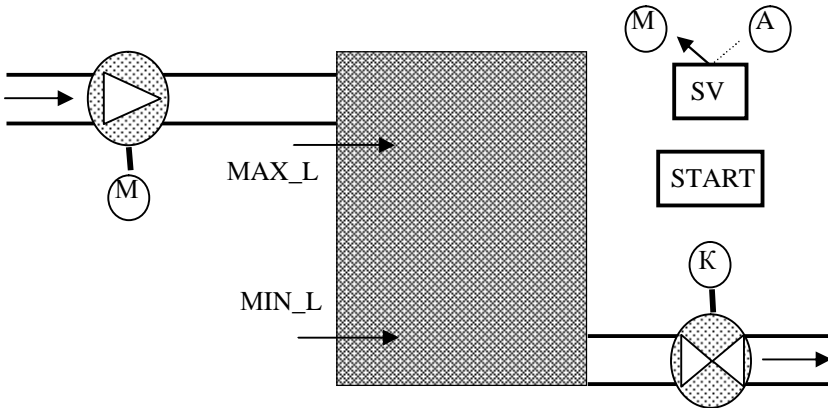

Рис. 1.28. – Схема установки водопостачання
3) Розробіть програму користувача для дискретного керування об'єктом типу «ємність для накопичення та зберігання», яка реалізує алгоритм дистанційного керування установкою водопостачання. Схема установки водопостачання зображена на рис. 1.28.
Самостійно проведіть конфігурування ресурсів ПЛК, тобто, виберіть фізичні входи та виходи ПЛК та зв'яжіть їх з відповідними змінними. Також самостійно розробіть візуалізацію установки водопостачання. При цьому використовуйте схему, яка зображена на рис.1.28.